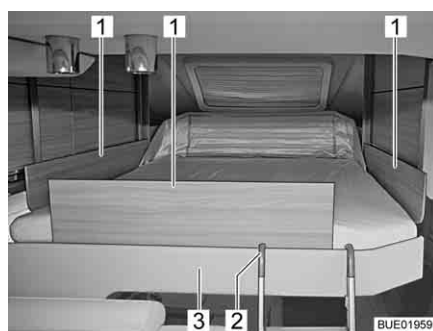

Fig. 122 Letto basculante con piastre di sicurezza
- Inserire le piastre di sicurezza (Fig. 122,1) tra il materasso e il bordo del letto (Fig. 122,3).
- Agganciare entrambe le staffe della scaletta di accesso (Fig. 122,2) al bordo del letto (Fig. 122,3).
- Sganciare la scaletta di accesso (Fig. 122,2) dal bordo del letto (Fig. 122,3).